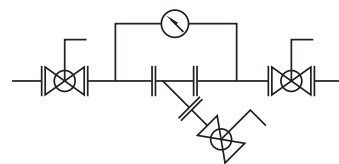

図 10
(1) 異物・ゴミ等の溜まり、詰まりがあると圧力損失が大きくなり、流量が得られないばかりでなく、スクリーンの破損の原因となります。スクリーンはストレーナの配管前後に取付けた差圧計の差圧が 0.1MPa を越えない様、清掃と洗浄の頻度を十分考慮してください。
(2) スクリーンの洗浄期間は、流体中の異物の混在状態により大幅に異なります。使用場所ごとに、テストの上洗浄期間を設定してください。
(3) 洗浄後に、下部のキャップまたはフランジを取外す際、内部に溜まった流体が流出します。プラグ栓を備えたストレーナでは設置後、プラグ栓にバルブを取付け、洗浄の際ホースなどで水抜き可能としておくとう便利です。(図 10)
(4) 前後の閉止弁を閉じ、ストレーナの内部圧力がないことを確認した後キャップ・カバーを外してスクリーンを取出し、圧縮空気や洗剤で洗浄してください。この際、スクリーン金鋼などを痛めないよう注意してください。
(5) スクリーン洗浄に塩素液または同系の洗剤を使用しないでください。ステンレス製スクリーンを破損させる場合があります。